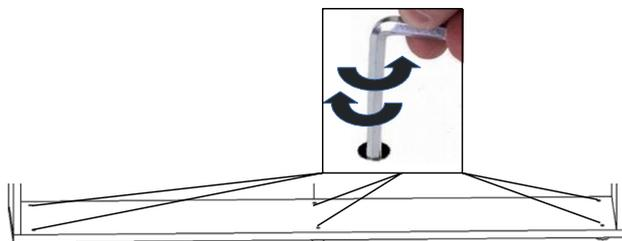

Рис.1.2.1
5. Поднять собранный короб в вертикальное положение. Придвинуть короб кровати вплотную к стене, к которой планировалась его окончательная установка. Приставить вертикально внутри короба кровати строительный уровень. Ориентируясь на его показания, с помощью вращения с помощью ключа Г-образного 4 мм *регулируемых опор* поз.48, добиться вертикальности *боковых панелей* поз.41,42 и касания пола всеми *опорами регулируемыми* поз.48 (см.рис.1.2.1). Отверстия, которые видны внутри короба, закрыть заглушками поз. 48В (см.рис.1.2.2).